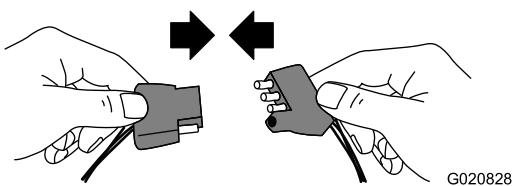

Figure 9
1. Branchez le connecteur électrique de la machine au connecteur électrique du véhicule tracteur (Figure 9).